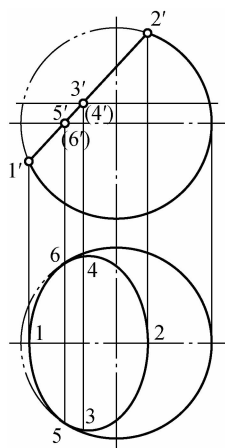

图 1-3-15 截平面为一般位置
③如截平面为投影面的一般位置,则在截交线的三个投影中皆为椭圆,如图 1-3-15 所示。